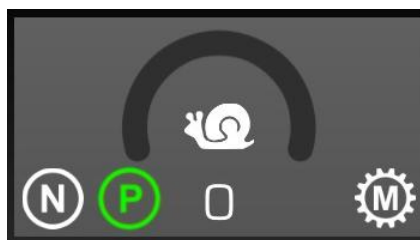

Рисунок 5.55 Индикатор на дисплее – Автоматический паркинг
- ▷ На дисплее должен загореться индикатор автоматического паркинга см. рис. 5.55.